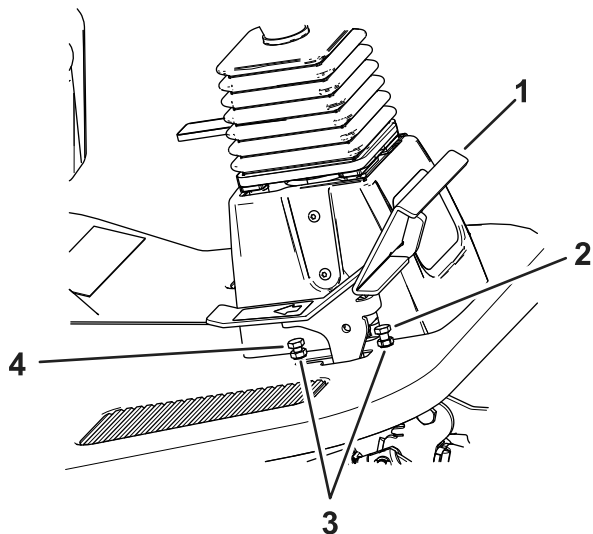

Bild 80
1. Drücken Sie das Fahrpedal ganz durch (Bild 80).
Fahrpedalanschlag das Fahrpedal berührt (Bild 80).
- A. Halten Sie den Vorwärts-Fahrpedalanschlag mit einem Schraubenschlüssel fest und lösen Sie die Klemmmutter an der Rückseite der Halterung (Bild 80).
- B. Stellen Sie das Fahrpedal in die gewünschte Stellung (Bild 80).